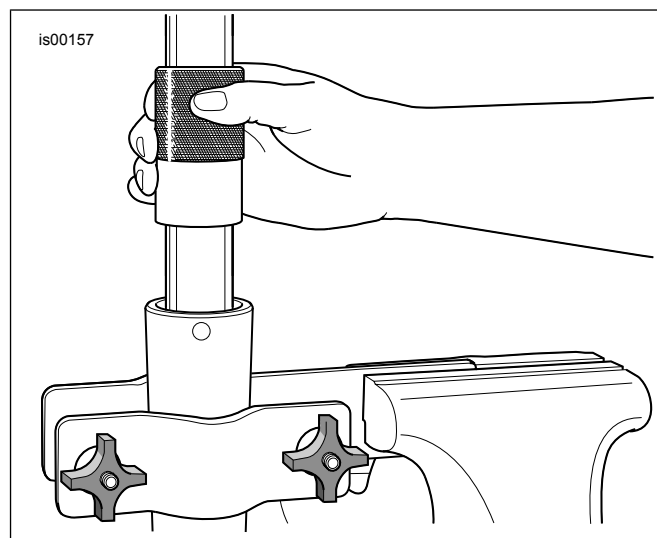

Figura 4. Coloque o vedante de óleo da forquilha
5. Cobrir o diâmetro interno (ID) e o diâmetro externo (OD) da bucha deslizante (E) com óleo de garfo limpo. Deslize o casquilho de guia até ao fundo do tubo do garfo (em qualquer direção).
6. Deslizar o espaçador do vedante (D) até ao fundo do tubo do garfo até que entre em contato com a bucha deslizante (em qualquer direção).
7. Cobrir o diâmetro interno do **novo** vedante do garfo (4) com óleo de garfo limpo. Aplique Harley-Davidson Seal Grease no DE do vedante de óleo da forquilha. Com o lado das letras viradas para cima, deslizar o vedante do óleo do garfo até ao fundo do tubo do garfo, até que entre em contacto com espaçador do vedante.
8. Ver Figura 4 . Recolher o vedante de óleo/ferramenta da bucha (HD-45305) e continue:
- b. Ver Figura 4 . Utilizando uma ferramenta como um martelo deslizante, empurrar o vedante de óleo do garfo (com o vedante espaçador e a bucha deslizante) até ao fundo do tubo do garfo até que a ranhura do grampo de retenção seja visível no ID do deslizante do garfo.